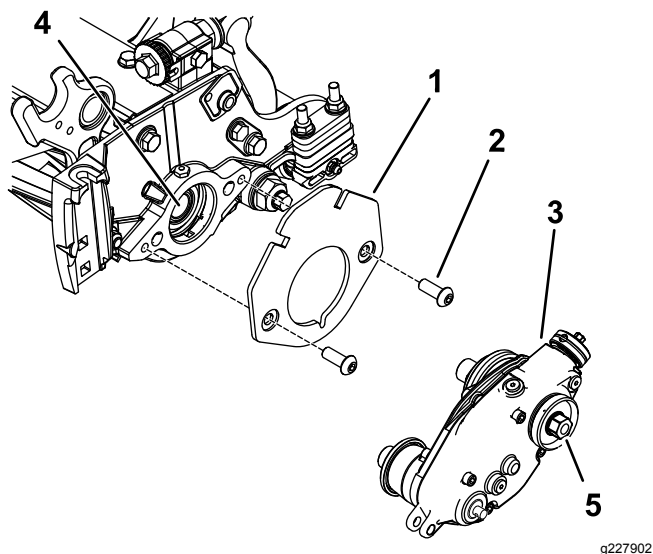

Рисунок 9
2. Прикрепите кронштейн груза к барабану при помощи 2 болтов со сферическими головками с внутренними шестигранниками ( $\frac{3}{8} \times \frac{3}{4}$  дюйма), как показано на Рисунок 9.
243) на резьбу внутреннего вала барабана (Рисунок 9).
4. Присоедините блок привода механической щетки к валу барабана (Рисунок 9) при помощи шестигранной головки на блоке привода механической щетки.